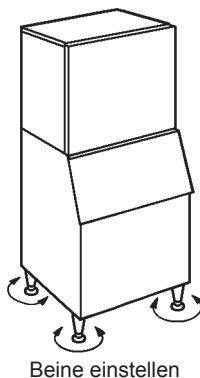

Abb. 7
9) Die vier Beine (einstellbar von 0 - 25,4 mm) so einstellen, dass der Eisbereiter völlig horizontal steht. Eine Wasserwaage benutzen. Siehe Abb. 7.